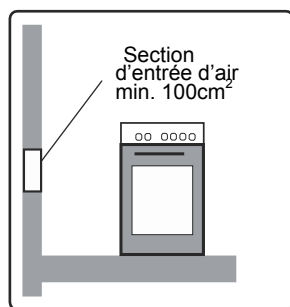

Figure 1
- Insérez la plaque dans l'orifice et positionnez-la correctement. (Fig 1)